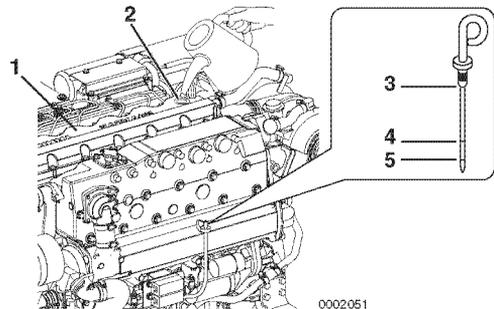

Abbildung 4
1. Gelben Füllstutzen-Deckel (**Abbildung 4, (2)**) an der Oberseite des Kipphebeldeckels (**Abbildung 4, (1)**) entfernen und Motoröl nachfüllen.
2. Bis zur oberen Markierung (**Abbildung 4, (4)**) am Pegelstab (**Abbildung 4, (3)**). Pegelstab bis zum Anschlag einstecken, um den Stand zu prüfen.
- Bei „Voll“ (**Abbildung 4, (4)**) ist der Ölstand an der oberen Markierung des Pegelstabs.
- „Effektiv“ ist der Unterschied zwischen der Ölmenge an der oberen Markierung und an der unteren Markierung (**Abbildung 4, (5)**).
3. Füllstutzendeckel (**Abbildung 4, (2)**) sicher mit Hand anziehen.